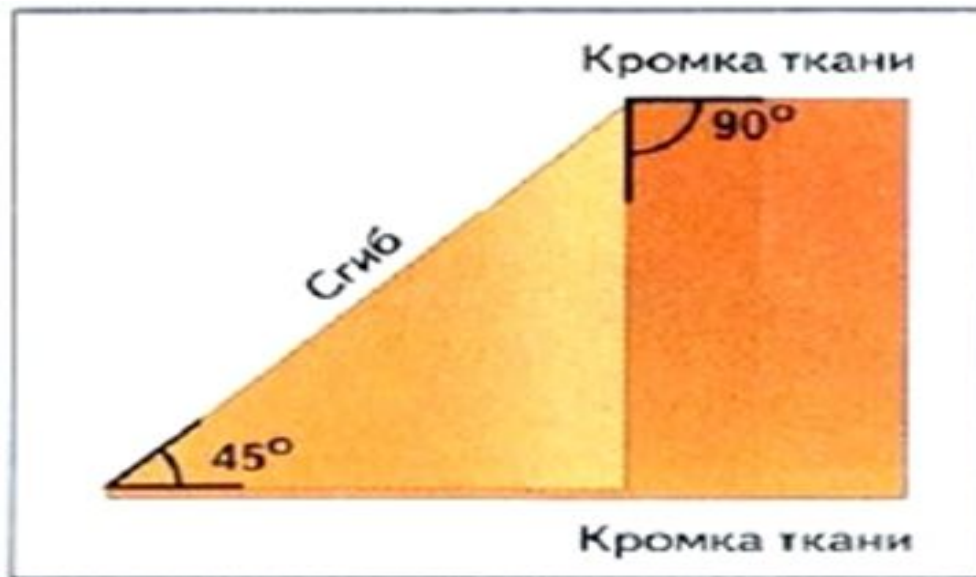

Рис. 45. Выкраивание косой бейки
- Сгиб слегка приутюжить (рис. 45);